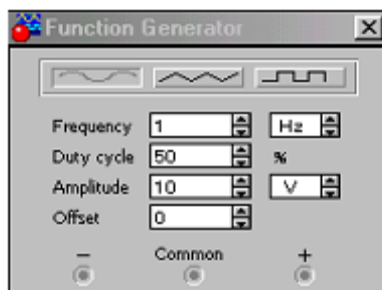

Рисунок 7.13 - Функциональный генератор.
2. *Function Generator* - функциональный генератор, рисунок 7.13, представляет собой идеальный источник напряжения, способный создавать выходные напряжения синусоидальной, треугольной и прямоугольной формы.